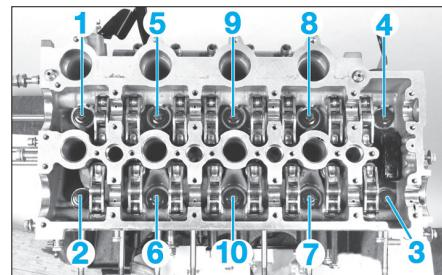

Fig. 64
- le galet tendeur (8),
- les vis (9) et (10).
- les vis de culasse dans l'ordre indiqué (Fig.64),